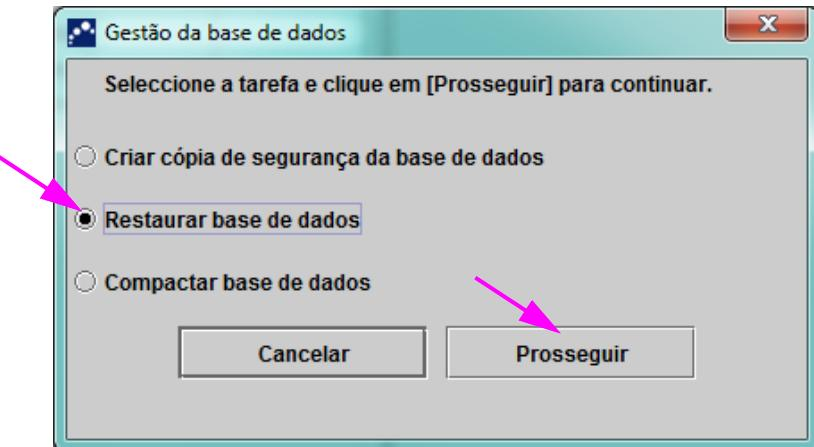

Figura 5-76. Janela Gestão da base de dados
1. Seleccione **Restaurar base de dados** na janela Gestão da base de dados. Consulte a figura 5-76.
9. Clique em **Prosseguir** na caixa de diálogo de confirmação Restaurar base de dados ou clique em **Cancelar** para interromper e voltar ao ecrã Gestão da base de dados (consulte a figura 5-76).
1. Selecione **Compactar base de dados** na janela Gestão da base de dados. Consulte a figura 5-76.